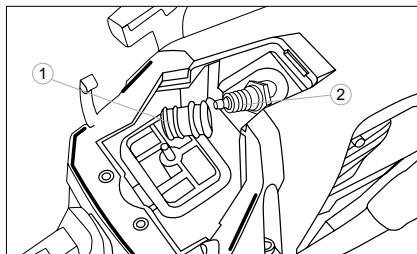

Abb. 26
3. Trennen Sie das Hochspannungskabel von der Zündkerze 1 (Abb. 26).